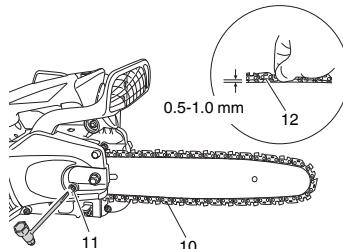

Fig. 6
- Soulevez l'extrémité du guide-chaîne et réglez la tension de la chaîne de coupe (10) en tournant le boulon de réglage de tension (11) dans le sens des aiguilles d'une montre. Pour vérifier que la tension de la chaîne est adéquate, soulevez légèrement le centre de la chaîne. Il faut qu'il y ait alors un jeu de 0,5 à 1,0 mm entre le guide-chaîne et le bord des maillons d'entraînement de la chaîne (12). (**Fig. 6, 7**)